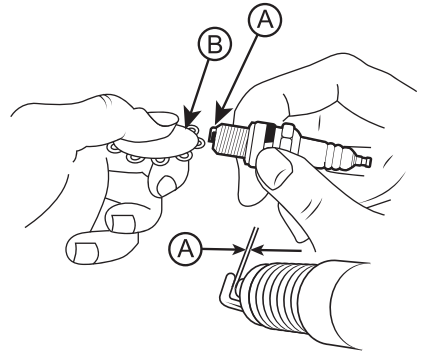

Рис. 15 Обслуживание свечи зажигания
4. Измерьте зазор А между электродами специального щупом В. Зазор должен быть 0,7-0,8 мм (Рис. 15). При увеличении или уменьшении требуемого зазора, рекомендуется заменить свечу, так как регулировка зазора может привести к изменению качества искрообразования.